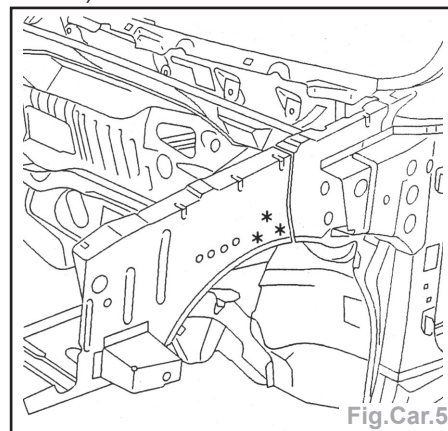

Fig.Car.5
- Découper par fraisage les points (Fig.Car.5).